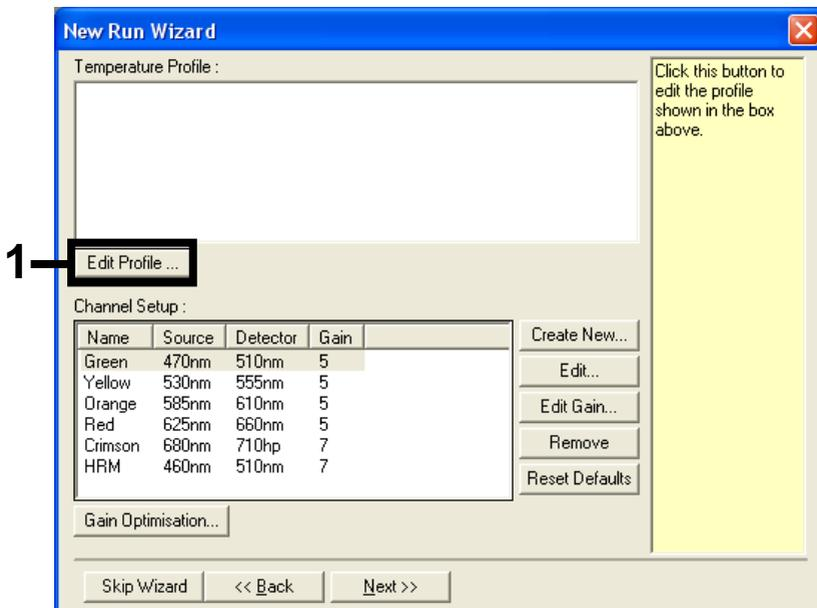

Figura 23. Editando o perfil.
5. Clique em Edit Profile (Editar perfil) na janela "New Run Wizard" (Assistente de nova execução) (Figura 23) e programe o perfil de temperatura de acordo com as informações nas etapas a seguir.